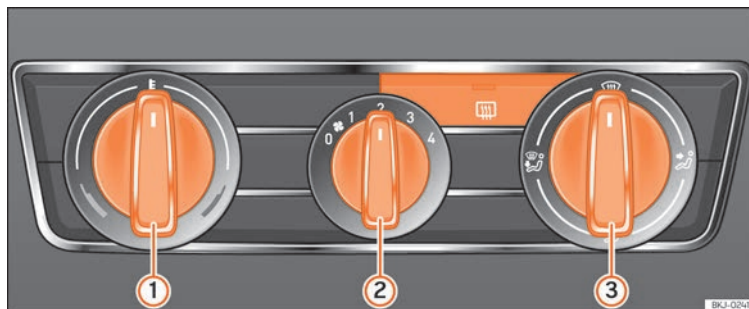

Fig. 169 Mandos de la calefacción en el tablero de instrumentos.
- Gire el regulador de temperatura » » **fig. 169** ① hacia la izquierda.
- Coloque el mando del ventilador ② en uno de los niveles 1-4.
- Dirija la corriente de aire con el mando regulador de la distribución de aire ③ hacia la zona que desee.
- Gire el regulador de la temperatura » » **fig. 169** ① hacia la derecha hasta alcanzar el grado de calefacción deseado.
- Gire el regulador de la temperatura » » **fig. 169** ① hacia la derecha hasta el nivel máximo de calefacción.
- Gire el mando del ventilador ② hasta el nivel 4.
- Gire el regulador de temperatura » » **fig. 169** ① hacia la zona de calefacción.
- Coloque el mando del ventilador ② en uno de los niveles 2-3.